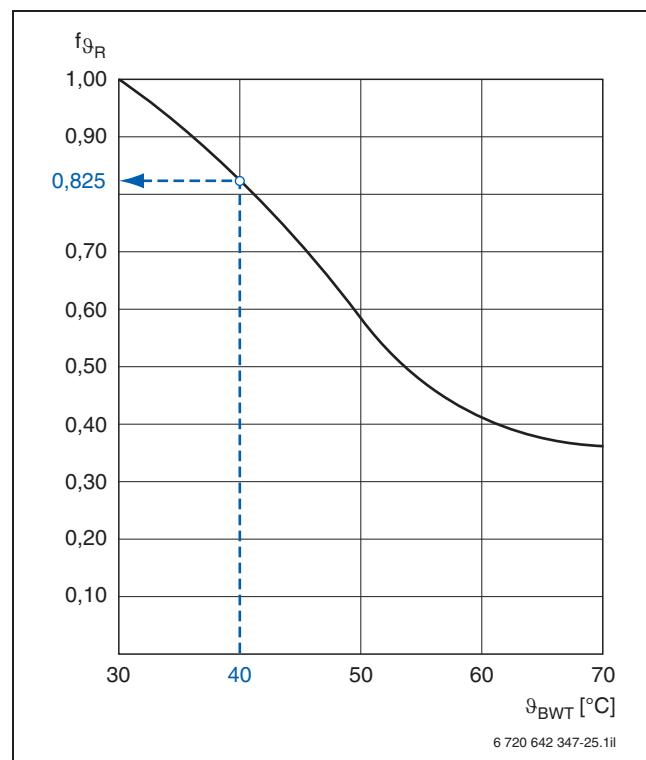

Рис. 29. Коэффициент пересчета номинальной теплопроизводительности при других температурах на входе
- $f_{\vartheta R}$** Коэффициент пересчета см. рис. 29
- $f_{\vartheta R} = 0,825$ (см. рис. 29)